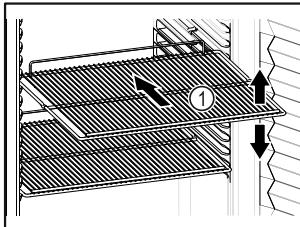

Fig. 18 Atvaizdo pavyzdys
- Jei pastatymo grotelės Fig. 18 (1) galima perkelti, pritaikykite atsižvelgdami į aukštį.